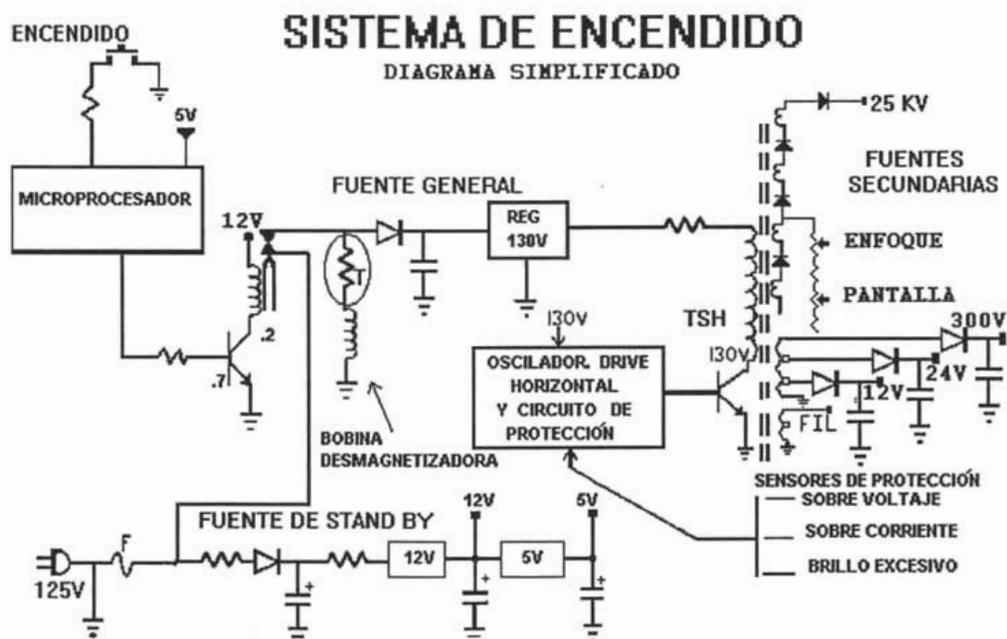

Figura 4.5. Circuitos que intervienen en el encendido de un receptor de TVC moderno
1.- La fuente primaria alimenta a la sección horizontal y ésta al resto de los circuitos, la bobina desmagnetizadora y la fuente primaria encienden mediante un relevador, el cual esta controlado mediante un transistor que también recibe el voltaje de encendido del microprocesador en su base, mientras la bobina desmagnetizadora funciona durante unos segundos, solo mientras el termistor con el que se encuentra conectado en serie se calienta interrumpiendo el paso de la corriente, la sección horizontal inicia su funcionamiento al recibir alimentación de la fuente primaria. Del fly back salen pulsos de voltaje de varios valores que son rectificadas y filtrados para obtener de aquí alimentación para las demas secciones. Los circuitos de protección permitirán que la sección horizontal funcione siempre y cuando el alto voltaje entregado por el fly back y la corriente que por éste circula no exceda el valor máximo permitido figura 4.5.